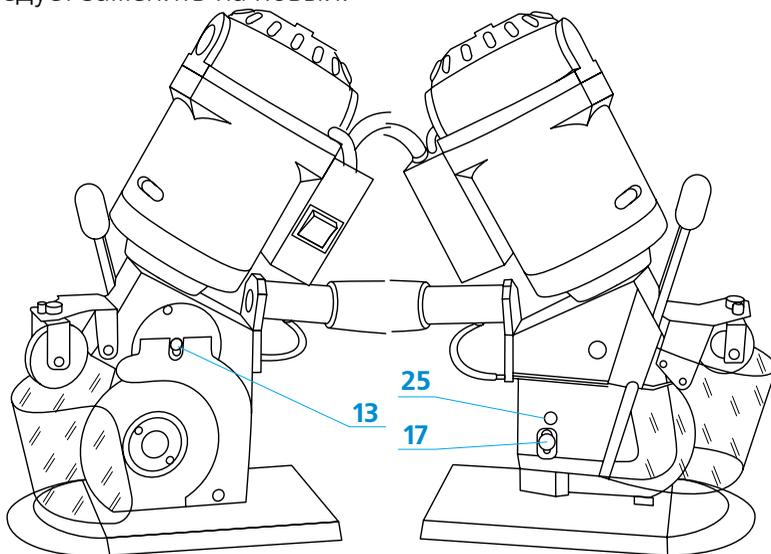

Рис. 6
Для этого нужно освободить (рис.6) два винта (17) и (13), затем поворотом эксцентрика (25) (черного цвета) правильно установить расстояние, приподнимая либо опуская стопу. После регулировки закрутить освобожденные прежде винты.